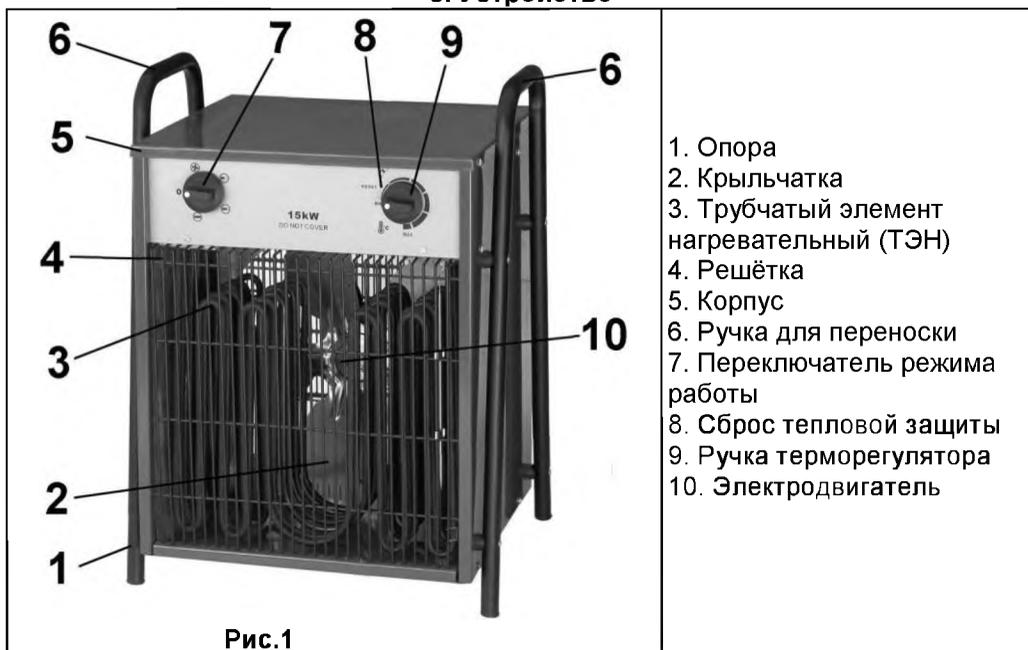

Рис.1
6.1. Установка (Рис. 1)
6.2. Включение (Рис. 1)
6.3. Выключение (Рис. 1)